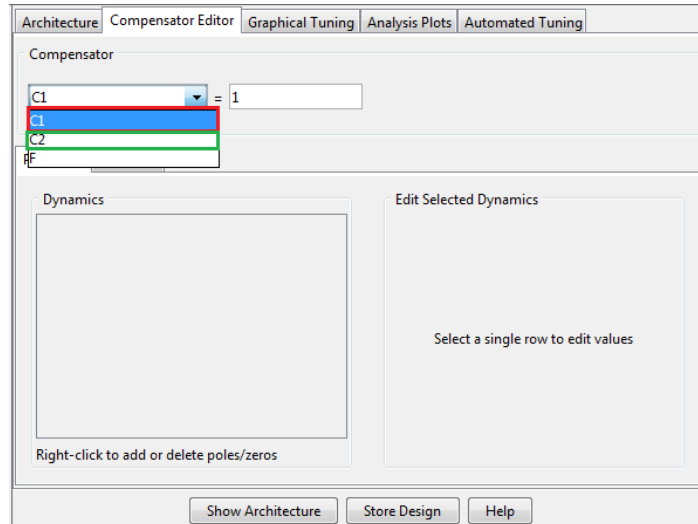

Figura 77. Elección controlador a sintonizar Velocidad o Posición.
- Inicie la sintonización eligiendo en la pestaña, Compensator Editor, sintonizar C2, dando click sobre el menú desplegable de la figura 77, y elija C2 recuadro color verde. Se inicia con el compensador C2 de Velocidad por cuanto es el compensador interno y porque la función de transferencia de Velocidad es más estable.
- Elija en la pestaña, Compensator Editor, sintonizar C1, dando click sobre el menú desplegable de la figura 77 y elija C1 recuadro color rojo.